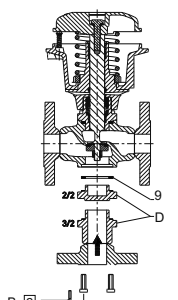
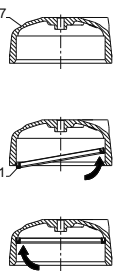
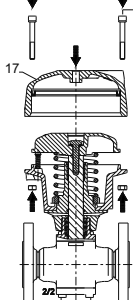
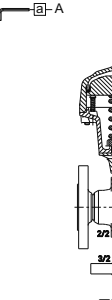

Fig. 35
Fig. 36
Fig. 37
Fig. 38
- NC version:** Replace the O-ring (9) and tighten the plug (D) to torque [c] (Fig. 35).
- Clean the piston and the interior of the operator tube (Fig. 36).
- Grease the interior of the tube which comes into contact with the piston seal (grease supplied) and position the seal (1) (Fig. 36).
- Remount the new upper cover (17) with the 4 screws (A) and nuts and tighten the unit to torque [a] (Fig. 37).
- Apply the pilot pressure (10 bar) to complete the installation of the piston seal (Fig. 38).
- Remplacer le joint torique (9) et visser le bouchon (2/2) ou le corps de la 3ème voie rapportée (3/2) (D) au couple [c] (Fig. 35).
- Nettoyer le piston et l'intérieur du tube de tête de commande (Fig. 36).
- Graisser l'intérieur du tube sur la zone en contact avec le joint de piston (graisse fournie) et positionner le joint (1) (Fig. 36).
- Remonter le nouveau couvercle supérieur (17) avec les quatre vis (A) et leurs écrous, serrer le tout au couple [a] (Fig. 37).
- Admettre la pression de pilotage (10 bar) pour terminer la mise en place du joint de piston (Fig. 38).
- NC- und U-Version (Abb. 31):** Montieren Sie den neuen O-Ring (9) und befestigen Sie das Gehäuse der Stopfbuchse (J) mit den Schrauben (B) mit dem Anziehmoment \square . Montieren Sie die neuen Teile in der Stopfbuchsen- und entfernen Sie: unteres Lager (14), O-Ring (8), 1 Dachmanschetten-Unterstützung (12), Feder (13), 1 Dachmanschette (12), 1 Dachmanschette (11), 1 Stopfbuchsenoberteil (10), 1 Dachmanschetten-Unterstützung (12), 1 Dachmanschette (11) und 1 Stopfbuchsenoberteil (10). Schrauben Sie die Bedienergehäuseeinheit (L)/Ventil (E) von Hand fest. Bringen Sie die neue Einheit aus Spindel/Ventilteller (15-16) wieder an. Beenden Sie das Schrauben mit Drehmoment \square . **Version NO (Abb. 30):** Montieren Sie die neuen Teile in der Stopfbuchsen- und entfernen Sie: unteres Lager (14), O-Ring (8), 1 Dachmanschetten-Unterstützung (12), Feder (13), 1 Dachmanschetten-Unterstützung (12), 1 Dachmanschette (11), 1 Stopfbuchsenoberteil (10), 1 Dachmanschetten-Unterstützung (12), 1 Dachmanschette (11) und 1 Stopfbuchsenoberteil (10). Setzen Sie diese Einheit auf die Spindel/Ventilteller (15-16). Montieren Sie den neuen Siegel (9) und befestigen Sie das Gehäuse der Stopfbuchse (J) mit den Schrauben (B) mit dem Anziehmoment \square . Ziehen Sie die Einheit aus Antriebsgehäuse (L) und Ventil (E) mit dem Anziehmoment \square fest. 9. Montieren Sie die Anzeihe (H) mit der dazugehörigen Feder (I) und die Antriebsfeder (5) (Abb. 32-33). 9. Montieren Sie die Anzeihe (H) mit der dazugehörigen Feder (I), und die Antriebsfeder (5) (Abb. 32-33). 10. **Achtung: Feder unter Spannung.** Legen Sie die neue Dichtung (4) und den neuen O-Ring (3) ein und ziehen Sie die Mutter (2) mit dem Moment \square fest, wobei der Kolben (G) und die Einheit aus Ventil und Mutter am Ventilteller (F) festgehalten werden muss (Abb. 34). 11. NC-Version: Tauschen Sie den O-Ring (9) aus und ziehen Sie den Stopfen (D) mit dem Moment \square fest (Abb. 35). 12. Reinigen Sie den Kolben und das Innere des Führungsrohres für den Steuerantrieb (Abb. 36). 13. Fetten Sie das Innere des Führungsrohres an der Stelle ein, die mit der Kolbendichtung in Berührung kommt (Fett im Lieferumfang enthalten) und legen Sie die neue Dichtung ein (1) (Abb. 36). 14. Montieren Sie den neuen oberen Deckel (17) mit den 4 Schrauben (A) und Muttern und ziehen Sie die Einheit mit dem Moment \square fest (Abb. 37). 15. Beaufschlagen Sie die Einheit mit dem Steuerdruck (10 bar), um die Installation der Kolbendichtung abzuschließen (Abb. 38).
- Reemplazar la junta tórica (9) y atornillar el tapón (2/2) o el cuerpo de la 3ª vía (3/2) (D) al par \square (Fig. 35).
- Limpiar el pistón y el interior del tubo de cabeza de mando (Fig. 36).
- Engrasar el interior del tubo en la zona en contacto con la junta de pistón (grasa provista) y posicionar la junta (1) (Fig. 36).
- Volver a montar la nueva tapa superior (17) con los cuatro tornillos (A) y sus tuercas, apretar todo al par \square (Fig. 37).
- Aplicar la presión de pilotaje (10 bar) para completar la colocación de la junta de pistón (Fig. 38).
- Versione NC: Riassemblare l'O.R. (9) e serrare il tappo (D) con coppia \square (Fig. 35).
- Pulire il pistone e l'interno della testa di comando (Fig. 36).
- Lubrificare l'interno della testa di comando che entra in contatto con la guarnizione del pistone (grasso fornito) e posizionare la guarnizione (1) (Fig. 36).
- Riassemblare il nuovo coperchio (17) con le 4 viti (A) e i dadi e serrare il gruppo con coppia \square (Fig. 37).
- Utilizzare la pressione di comando (10 bar) per completare l'installazione della guarnizione del pistone (Fig. 38).